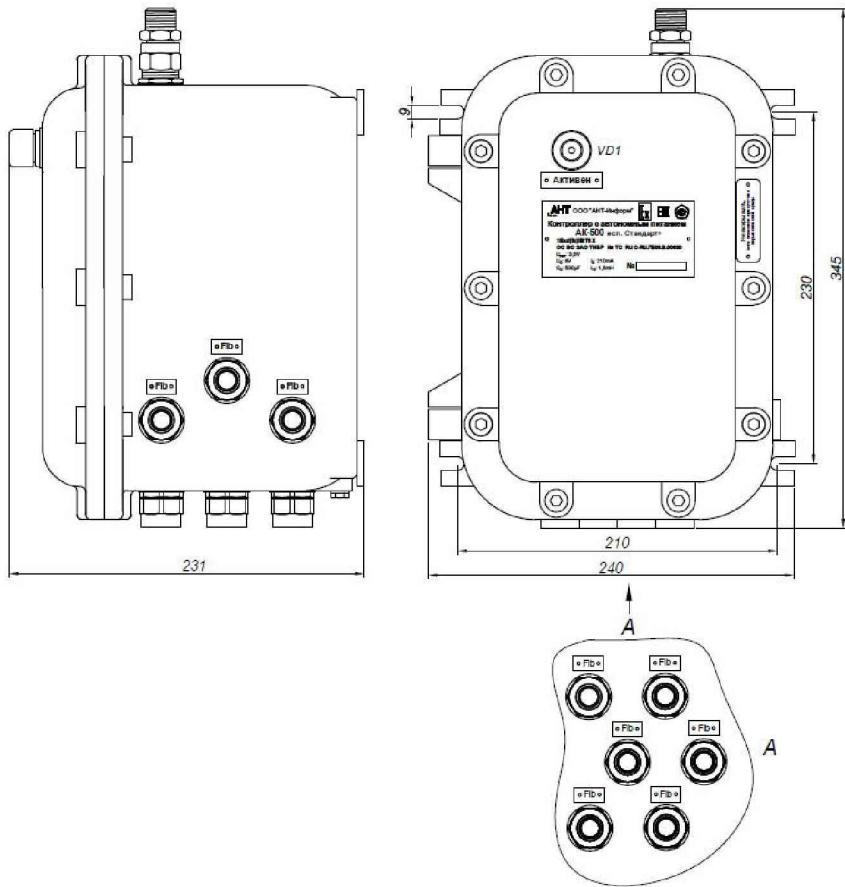

Рисунок 1.2 Внешний вид контроллера AK-500 «Стандарт-М» и «Стандарт-М+»
- 1) Стандарт-М – во взрывонепроницаемой оболочке вида Exdc шестью взрывозащищёнными кабельными вводами снизу, тремя сбоку корпуса и одним антенным вводом по комплекту КД АЕТВ.426400.001 (рис. 1.2). Кабельные вводы сбоку могут быть заменены на заглушки;
- 2) Стандарт-М+ – во взрывонепроницаемой оболочке вида Exdc шестью взрывозащищёнными кабельными вводами снизу, тремя сбоку корпуса и одним антенным вводом по комплекту КД АЕТВ.426400.001-01 (рис. 1.2).